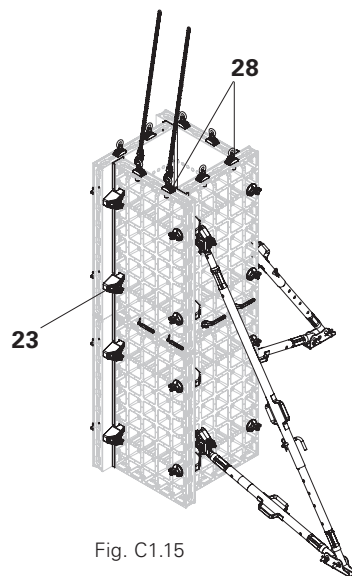

Fig. C1.15
1. Fixer l'élingue à deux brins sur l'anneau de levage dans l'élément de coffrage sans étais de réglage. (Fig. C1.15)